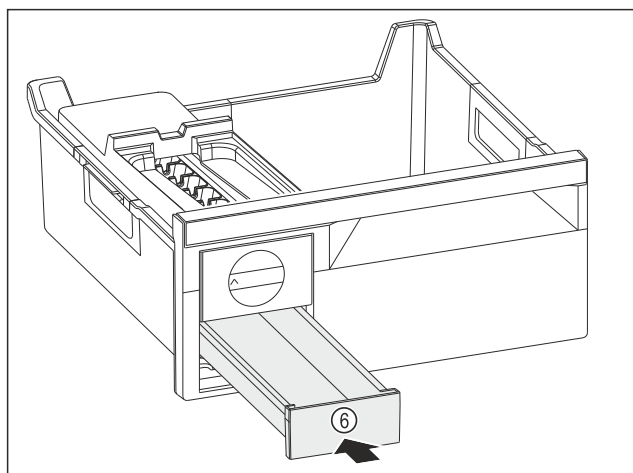

Fig. 122
- ▶ Introducir el cajón para cubitos de hielo Fig. 122 (6).